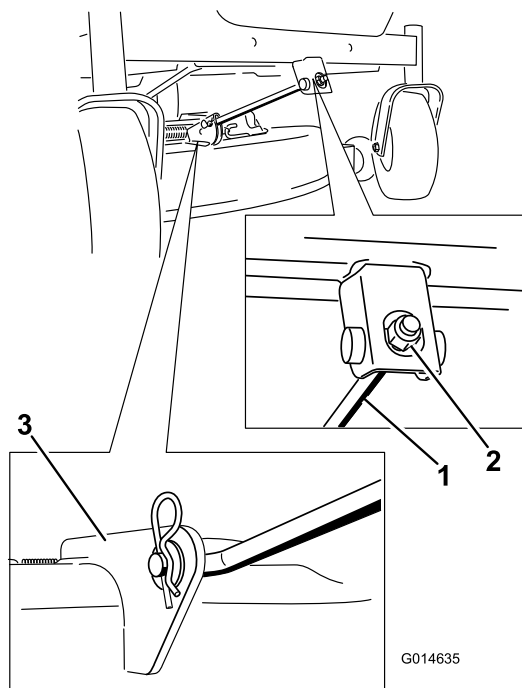

Figura 58
4. Retire el pasador de horquilla de la varilla de soporte delantera y retire la varilla del soporte de la carcasa (Figura 58). Baje cuidadosamente la parte delantera de la carcasa de corte al suelo.
- Conecte la varilla de soporte delantera a la carcasa de corte con el pasador y la chaveta (Figura 58).